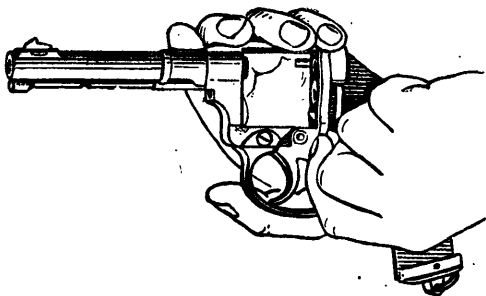

Рис. 34. Как вынуть собачку
8) **вынуть собачку**, положив револьвер на ладонь левой руки, как показано на рис. 34;